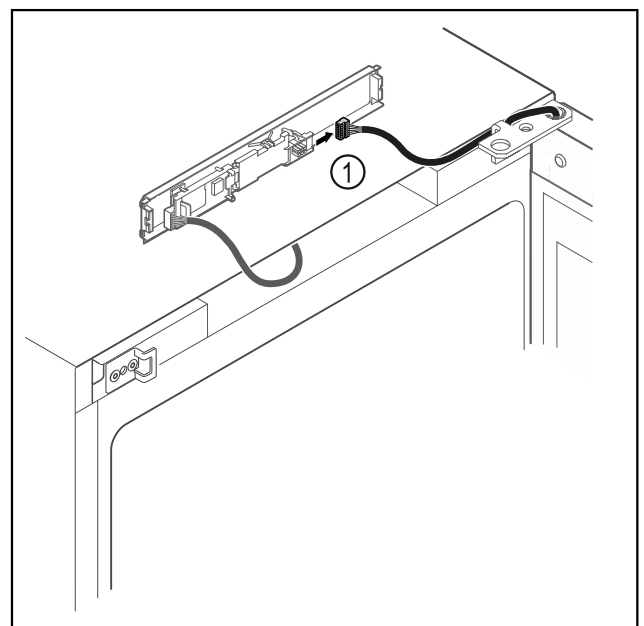

Fig. 12
- ▶ Stecker Fig. 12 (1) von Platine abstecken.